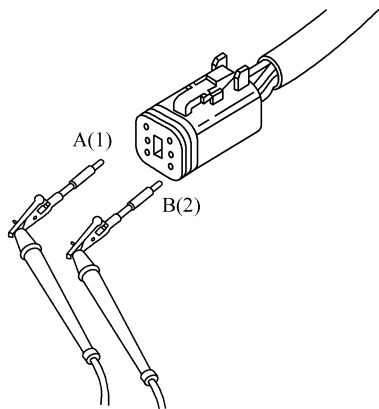

图 3-59 测量湿式气罐压力传感器插头触针 A(或 1)与 B(或 2)之间的电压
① 断开该传感器线束，打开钥匙开关。
② 测量该传感器插头触针 A (或 1) 与触针 B (或 2) 之间的电压 (图 3-59)，应小于 4.5V，并且故障码 187 起作用为合格。若不合格，更换湿式气罐压力传感器/调速器总成。